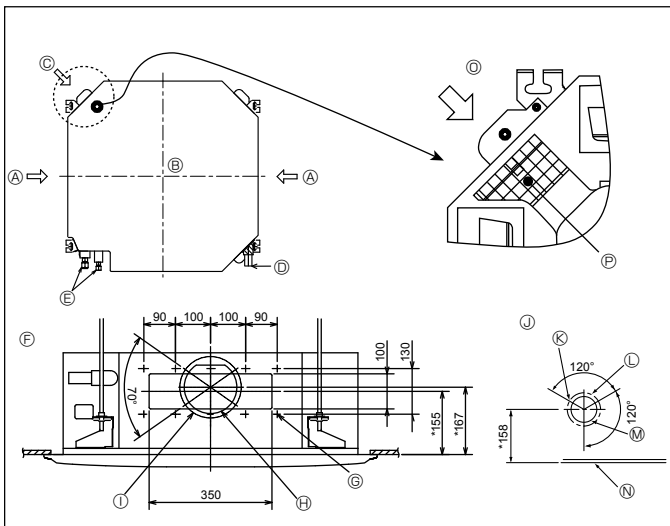

Fig. 2-3
2.3. Orificio para conducciones y orificio para toma de aire fresco (Fig. 2-3)
Durante la instalación utilice los orificios para conducciones (taladrados) que se encuentran en los puntos indicados en Fig. 2-3, como y cuando sea necesario.